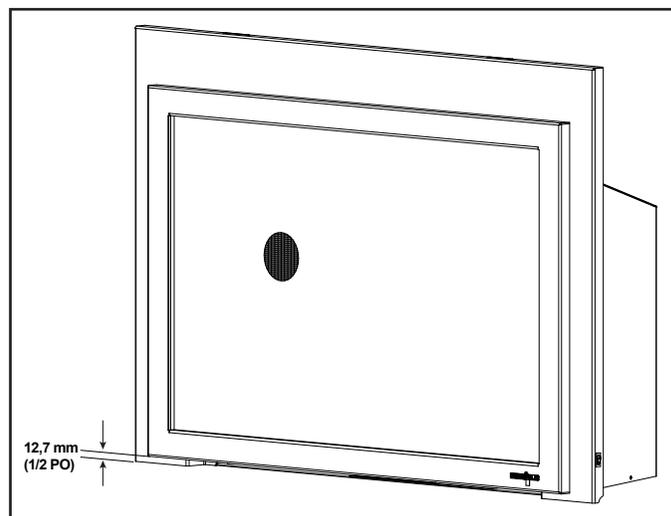

Figure 8.4 Espace minimum requis de 12,7 mm (1/2 po)
- Un espace de 12,7 mm (1/2 po) doit être maintenu sous la partie inférieure de la face avant. Voir la figure 8.4.